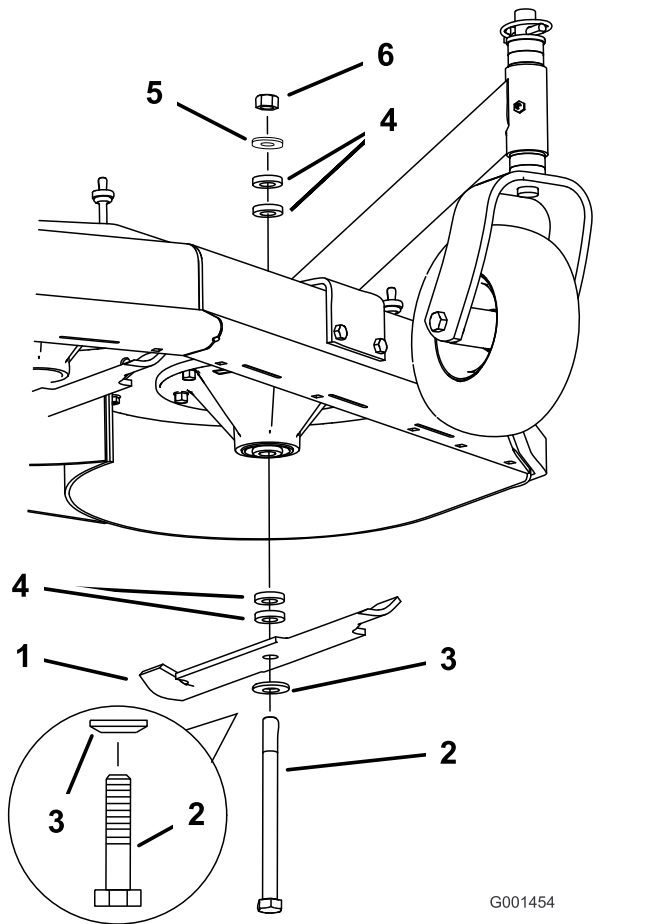

Figura 15
3. Sujete el perno de la cuchilla y retire la tuerca (Figura 15).
4. Retire el perno de la cuchilla del eje y cambie los espaciadores según sea necesario (Figura 15).
5. Instale el perno de la cuchilla, la arandela curva y los espaciadores adicionales, y sujete todo con una arandela fina y una tuerca (Figura 15).